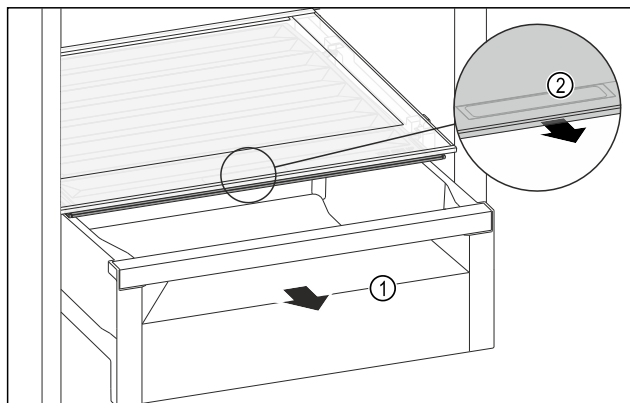

Fig. 145
- Estrarre il cassetto Fig. 145 (1).
- Afferrare la maniglia incassata Fig. 145 (2) sul coperchio dello scomparto e tirare allo stesso tempo in avanti il coperchio dello scomparto.